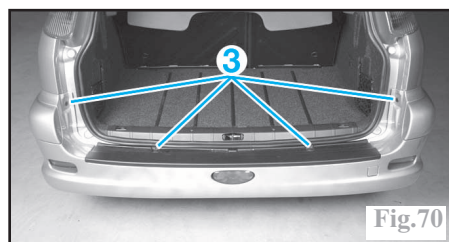

Fig.70
Déposer les 4 vis (3) (Fig.70).